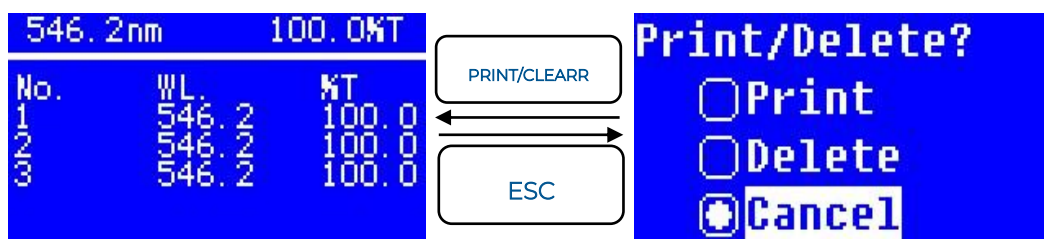

Figura 7
- Si quiere borrar los datos almacenados, mueva el cursor al elemento de "Borrar", luego presione ENTER para confirmar (figura 7).